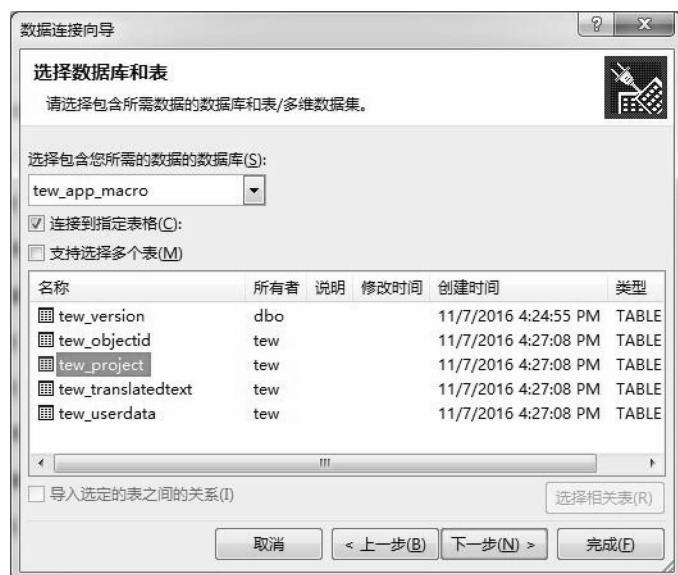

图 8-6 数据库和表
**步骤 9 数据库和表** 选择如图 8-6 所示的选项。单击【下一步】，按图 8-7 所示输入描述信息，激活选项，单击【完成】。